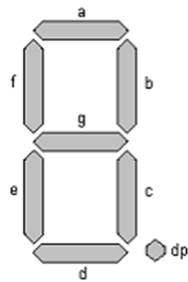

图 1: LCD 端定义
- ◆ A1~G1、A2~G2、A3~G3 分别为个、十、百位的 LCD 段驱动信号。对应关系见图 1。